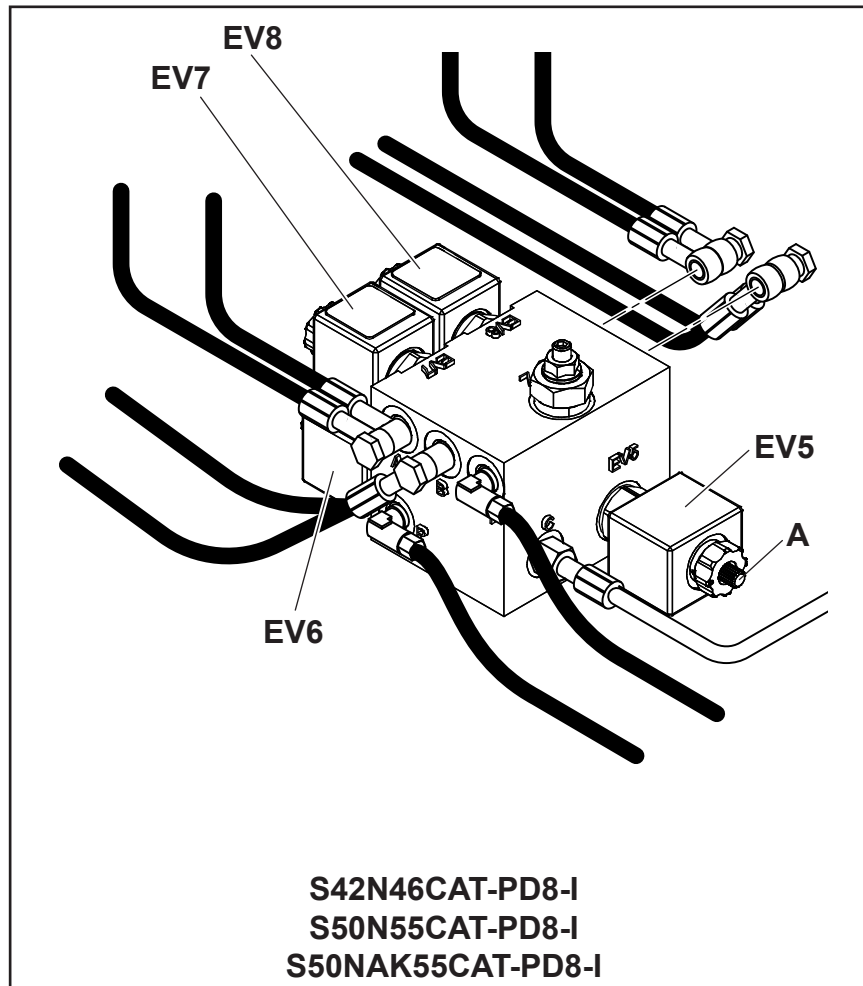

Fig. 44
- Solo per versioni con provaglio, aprire manualmente l'elettrovalvola EV5 svitando il pomello (A) (Fig. 44).
- For versions with a play detector only, open the EV5 solenoid valve manually by undoing the knob (A) (Fig. 44).
- Nur für Versionen mit Spieltest, das E-Ventil EV5 manuell öffnen, indem man den Griff löst (A) (Abb. 44).
- Uniquement pour des versions avec plaque à jeux, ouvrir manuellement l'électrovanne EV5 en desserrant le bouton (A) (fig. 44).
- Solo para las versiones con detector de holguras, abra la electroválvula EV5 manualmente desenroscando el pomo (A) (Fig. 44).